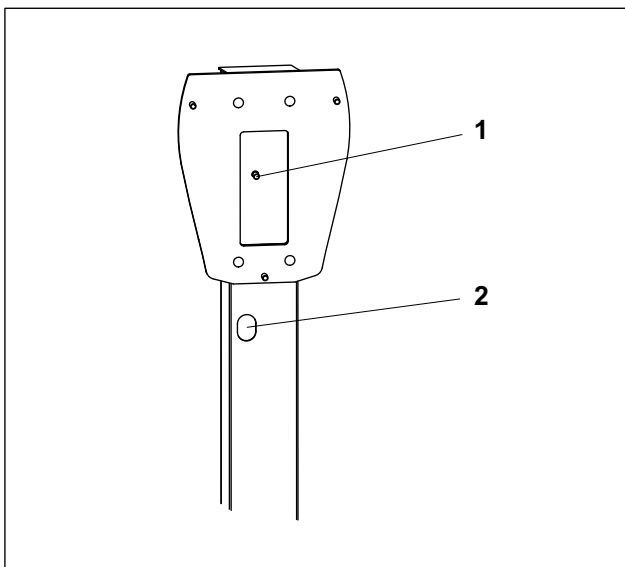

Fig. 6 Punto de conexión a tierra de la columna
7. Fijar la segunda boquilla de paso (juego de piezas sueltas) en el orificio de salida de cables (fig. 6/2).
9. Conectar el circuito equipotencial de protección al perno de conexión a tierra (fig. 6/1) de la columna.